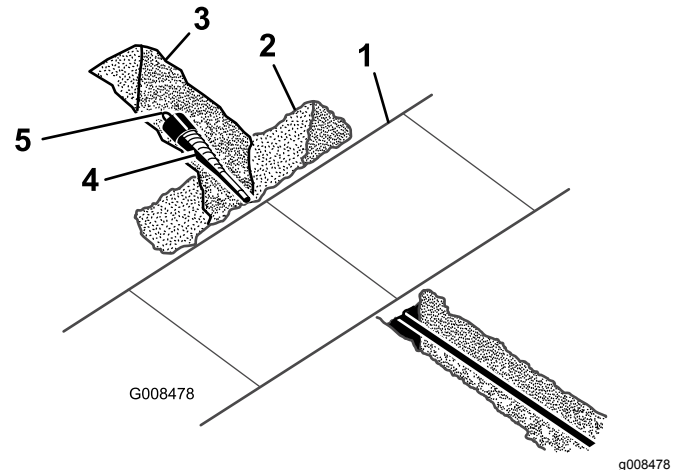

Bild 6
1. Mit einer Schaufel vorsichtig um den Bohraufsatz herumgraben und von Erde befreien, bis Sie den Bohraufsatz entfernen können. (**Bild 6**).
2. Entfernen Sie den Bohrer und bringen das Räumwerkzeug an (**Bild 6**).
3. Befestigen Sie das Kabel oder das Rohr, das am Drehzapfen am Ende des Räumwerkzeugs angebracht wird (**Bild 6**).